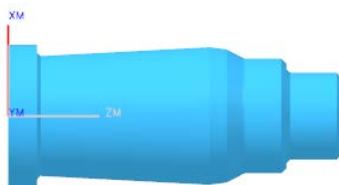

图 7.7.13 3D 仿真结果
Step3. 在“刀轨可视化”对话框中单击 3D 动态 选项卡, 采用系统默认参数设置, 调整动画速度后单击“播放”按钮 , 即可观察到 3D 动态仿真加工, 加工后结果如图 7.7.13 所示。